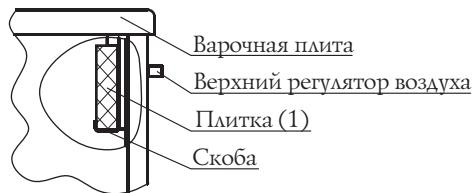

Рисунок 2.
Плитка (1) 120×380×30 устанавливается на передней стенке топки в районе верхнего регулятора подачи воздуха (рисунок 2).